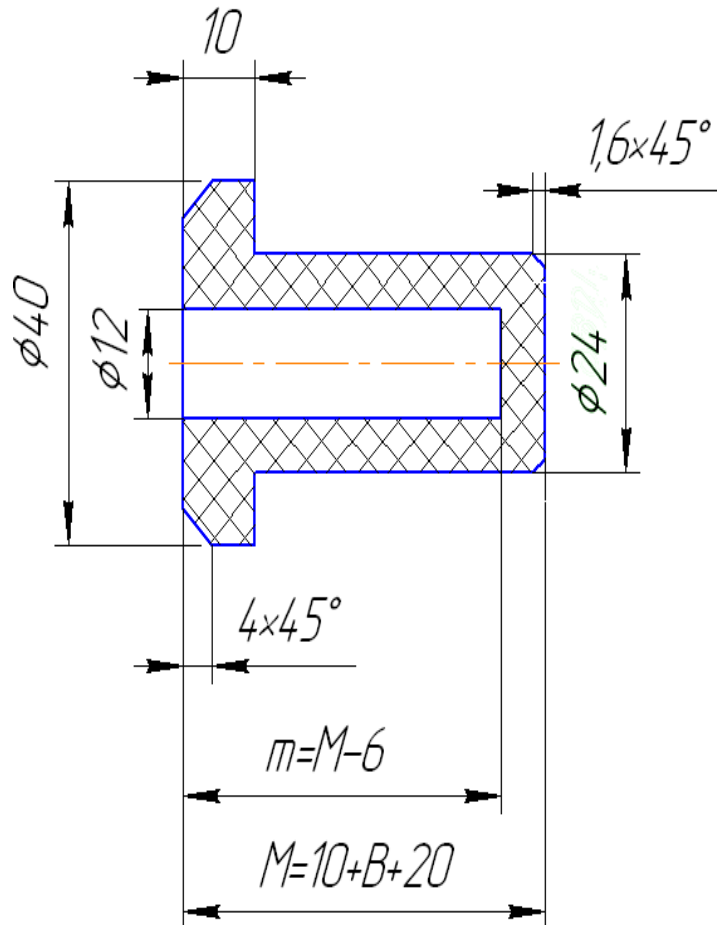
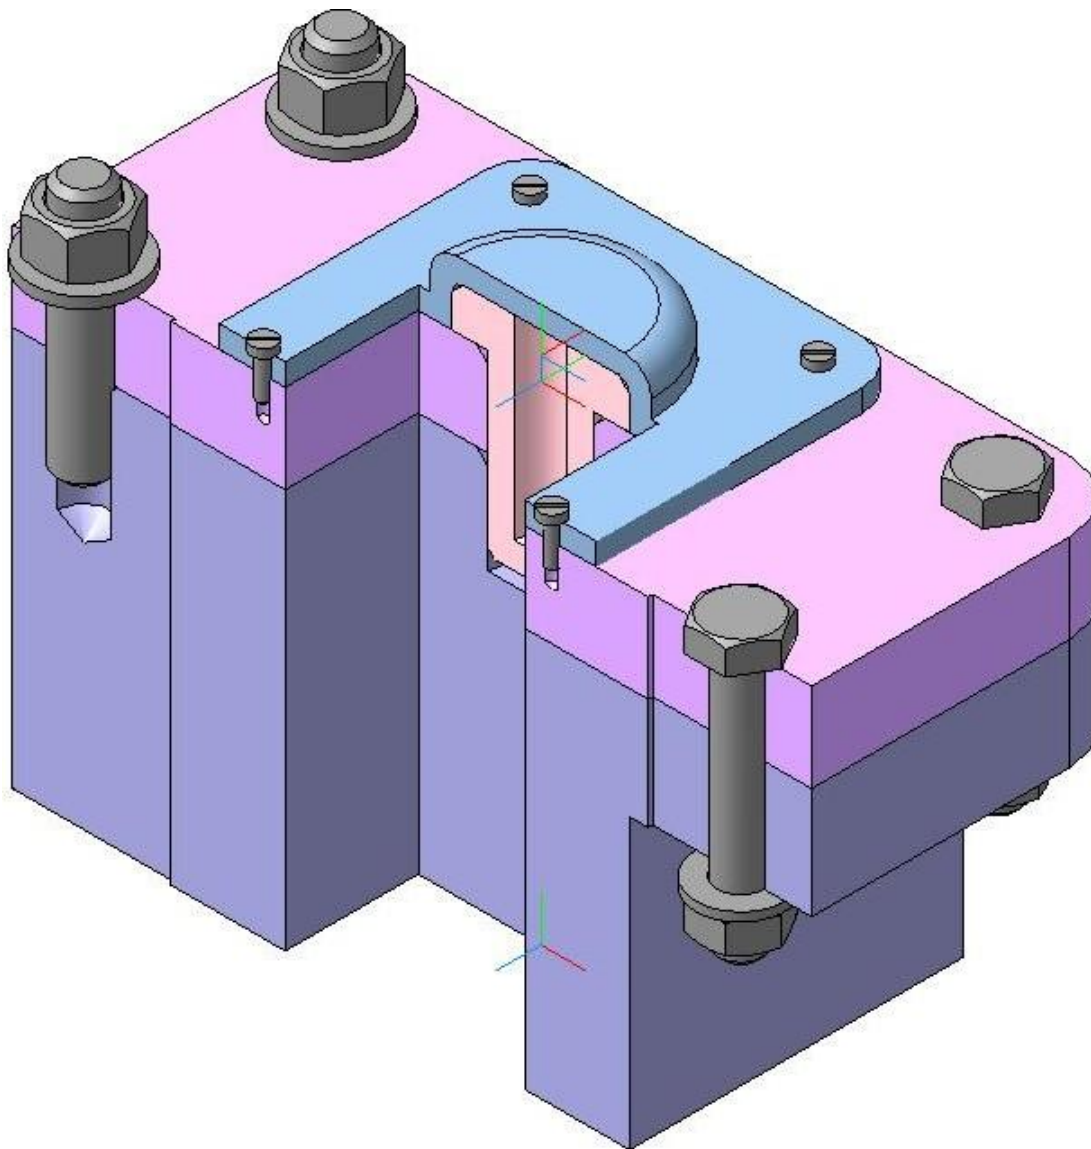
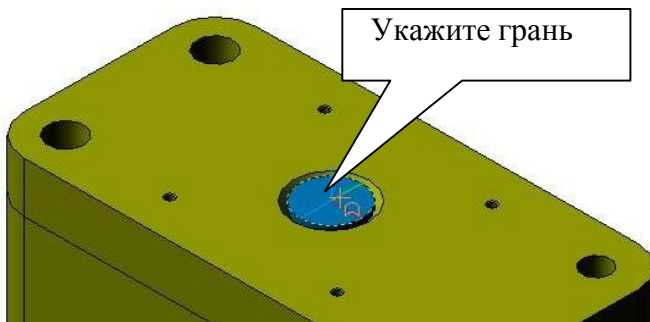

Рис. 1
Рис. 2
Рис. 14
Выполните деталь «Втулка», рис. 1. Пример приведен на рис. 2,
4. Выполните деталь «Втулка», рис. 1, способом «Добавление детали на месте».
6. Выполните полезный ступенчатый разрез, рис. 2.
1. Выполните деталь «Втулка», рис. 1, способом «Добавление детали наместе».
на расстояние 40 мм ( $40=20+20$ ), рис. 1.
5) Укажите курсором грань детали «Втулка», рис. 14, перейдите в режим редактирования эскиза  и постройте окружность  $\varnothing 40$ . Перейдите в режим редактирования детали  и выполните операцию **Приклеить выдавливанием**  в прямом направлении  на расстоянии  «10».
6) Выполните цилиндрическое отверстие  $\varnothing 12$  операцией Вырезать выдавливанием  на расстоянии «40» ( $m=M-6$ ), рис. 1.
7) Выполните фаски согласно чертежу, рис. 1 (рис. 14), скрыв деталь «Основание».